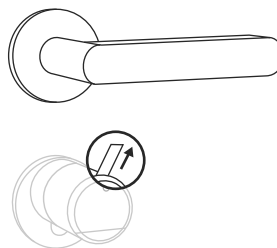

Abb. 11
- ⑧ Sofern noch nicht geschehen, entfernen Sie den Batterieschutzstreifen aus dem Batteriefach am Innenknäuf (Abb. 11).